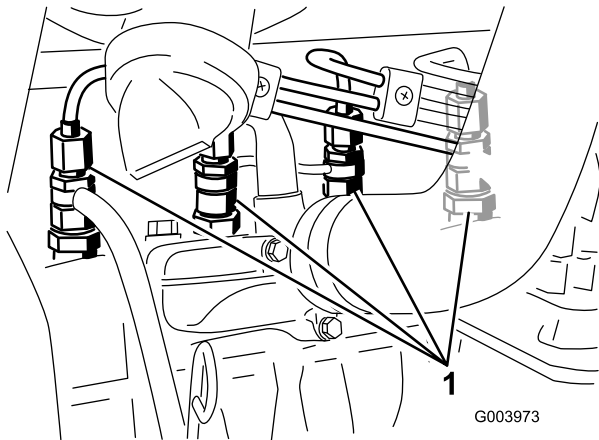

Рисунок 58
1. Ослабьте соединение трубки к соплу № 1 и держателю в сборе (Рисунок 58).